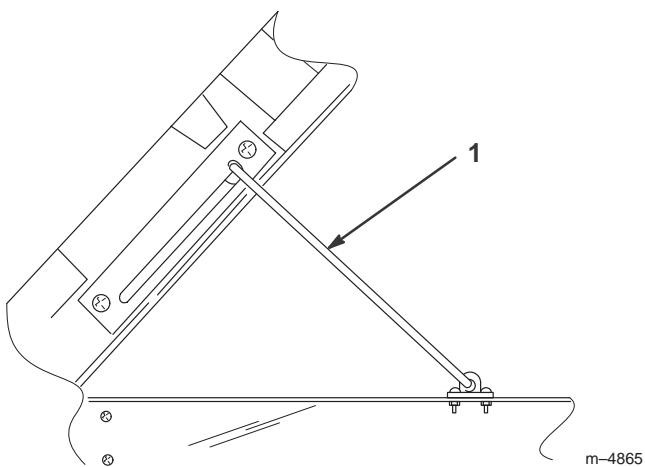

Bild 12
3. Heben Sie die Pritsche ganz hoch und senken sie dann etwas ab, um den Ständer einrasten zu lassen (Bild 12).